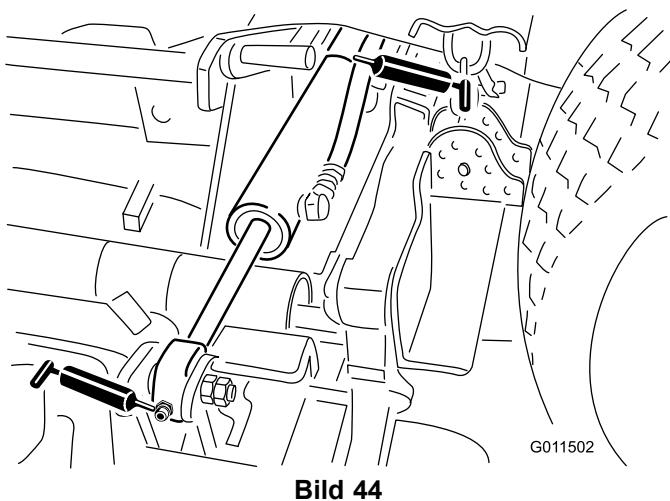

Bild 44
Seitmähwerk-Hubzylinder (4) (Bild 44)